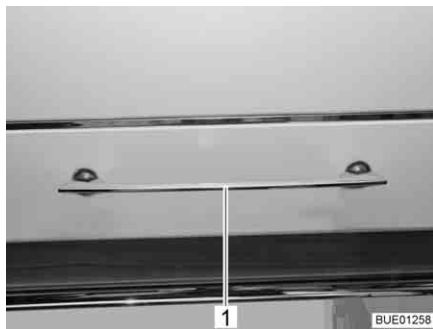
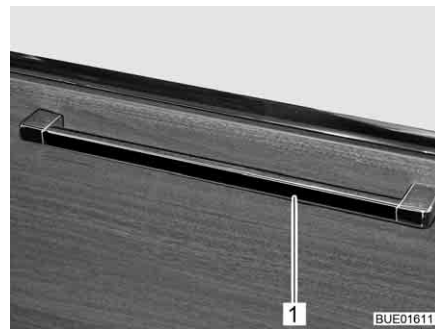

Bild 75 Skåplucka med låshandtag
Bild 76 Skåplucka med låshandtag (alternativ)
- Tryck låshandtaget (Bild 75,1 resp. Bild 76,1) uppåt, åt sidan eller nedåt, beroende på monteringsläge, och håll det nedtryckt.